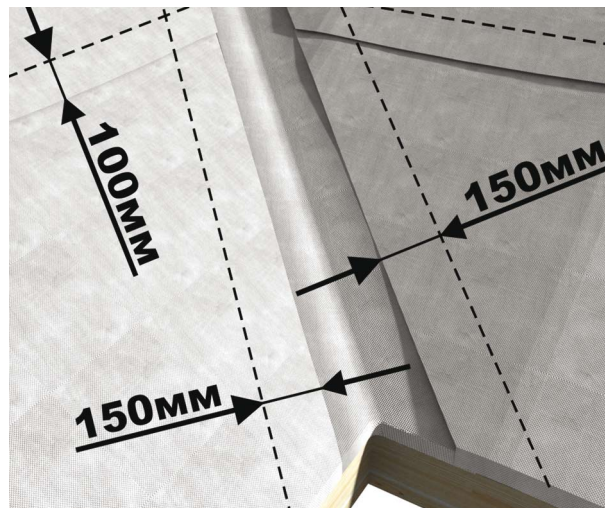

Рис. 9
Как показано на рис. 9, вдоль оси ендовы укладывается защитный материал и фиксируется строительным степлером по внешним краям опалубки ендовы с шагом 15 см. На плоскости скатов пленка раскатывается горизонтальными полосами. Первичная фиксация пленки к стропилам производится строительным степлером.
■ **ендовой**, то пленка не доходит до оси ендовы на 5 см и приклеивается к гидроизоляции ендовы специальной клейкой лентой (см. рис. 9).